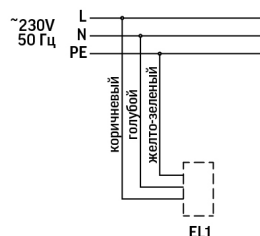

Рисунок 1
- Подключить светильник к сети электропитания в соответствии с требованиями техники безопасности. Для правильного подключения, провода имеют цветовую идентификацию (см. рис.1).